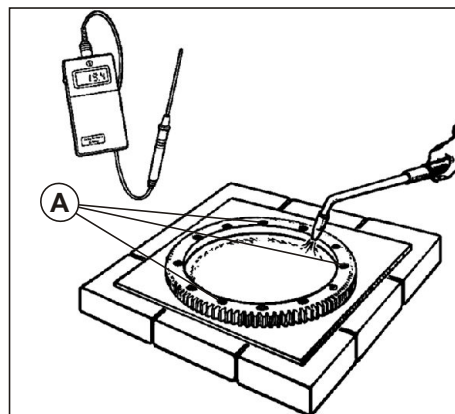

Рис. 41. Контроль нагрева маховика.
3. Проверить температуру в 3 точках (**А**) (см. **Рис. 41**).